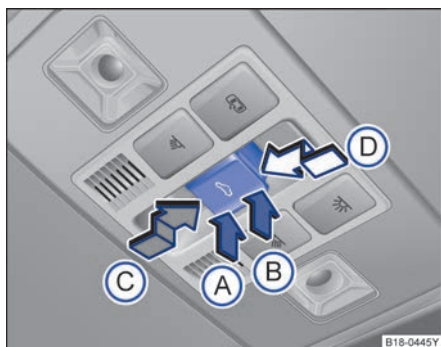

图 55 车顶上的天窗控制按钮
**🔍** 按钮 → 图 55。1 挡位置：可完全打开天窗，或部分翻开车窗，打开或关闭天窗。
功能	操作方法 → 图 55
- 触发防夹功能后 5 秒钟内按压  按钮  $\Rightarrow$  图 55，沿箭头  方向将按钮保持在 2 挡位置，直至天窗完全关闭。